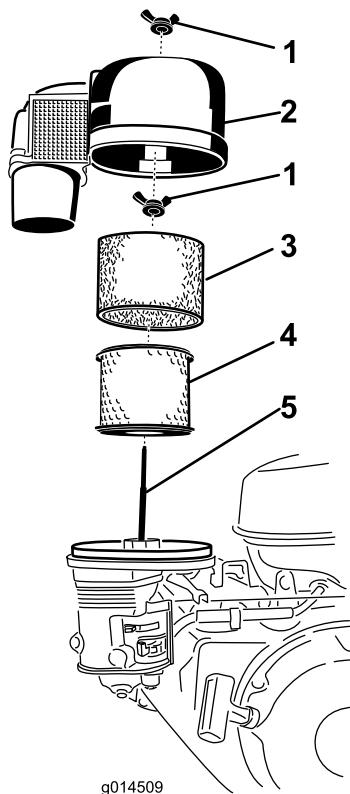

Figura 40
1. Retire la tuerca de orejeta y retire la tapa del filtro y la carcasa del ciclón (Figura 40).
3. Retire la tuerca de orejeta de la parte superior del filtro de aire y retire el filtro de papel (Figura 40).
5. Alinee el elemento del filtro de aire sobre la carcasa inferior del filtro de aire y sujetelo con la tuerca de orejeta que retiró en el paso 3 (Figura 40).
6. Coloque el prefiltro de gomaespuma sobre el elemento del filtro de aire (Figura 40).
7. Alinee la tapa del filtro de aire y la carcasa del ciclón con el espárrago y la carcasa inferior del filtro de aire, y sujetela la tapa con la tuerca de orejeta que retiró en el paso 1 (Figura 40).
1. Retire la tuerca de orejeta y retire la tapa del filtro de aire y la carcasa del ciclón (Figura 40).
2. Retire la tuerca de orejeta de la parte superior del filtro de aire y retire el prefiltro y el elemento del filtro de aire (Figura 40).
3. Alinee el prefiltro nuevo y el elemento nuevo del filtro de aire con la carcasa inferior del filtro de aire y sujetelo con la tuerca de orejeta que retiró en el paso 2 (Figura 40).
4. Alinee la tapa del filtro de aire y la carcasa del ciclón con el espárrago y la carcasa inferior del filtro de aire, y sujetela la tapa con la tuerca de orejeta que retiró en el paso 1 (Figura 40).